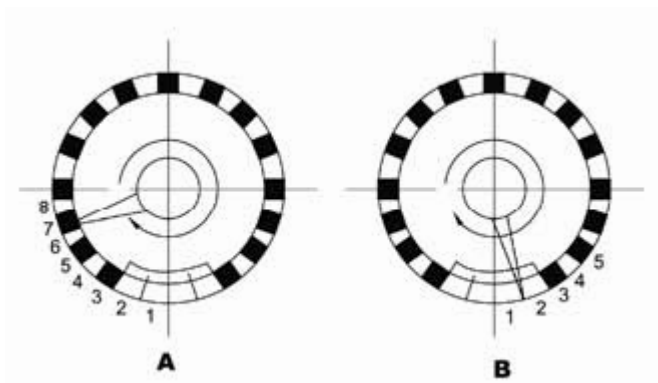

Рис. 3
- а) Переключающее устройство находится в положении 10, тогда крутить рукоятку в направлении положения 10 вплоть до переключения, записать место отметки стрелочки. В результате: недостает 7 этапов на указателе, см. Рис. 3.А.
- б) Переключающее устройство находится в положении 11, крутить рукоятку в направлении положения 10 до переключения, записать место отметки стрелочки. В результате недостает 1,5 этапа, см. Рис. 3.В.